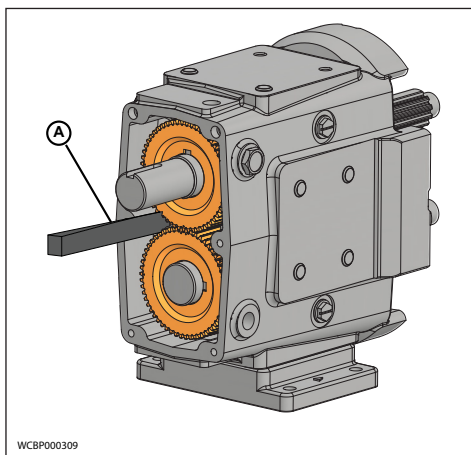

Abbildung 92 - Wellendrehung blockieren
4. Verhindern Sie die Drehung der Wellen mittels eines Holz- oder Kunststoffblocks (Abbildung 92, Pos. A). Steht kein Block zur Verfügung, verwenden Sie Lumpen zum Blockieren der Zahnräder oder, bei einem auf der Welle montierten Rotor, blockieren Sie den Rotor mit einem Nylonstift.